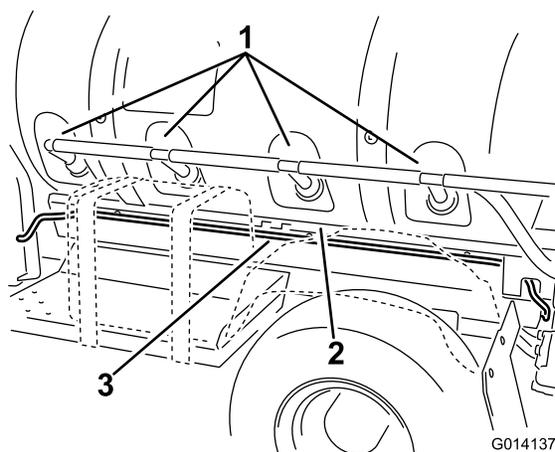

Figura 15
- Encaminhe a cablagem para a frente ao longo do patim do depósito e abaixo das portas de agitação para a caixa da bateria (Figura 15). Utilize três braçadeiras de plástico para prender a cablagem à estrutura.